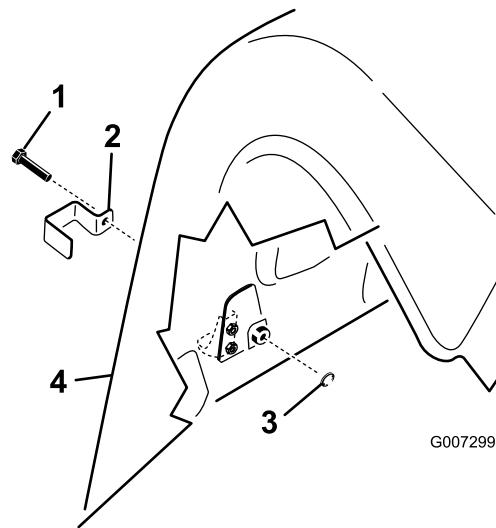

Figura 18
1. En el modelo ProCore 864, instale un soporte de enganche sobre los enganches del capó superior e inferior trasero derecho e izquierdo con un perno de rosca (4 en total); consulte Figura 18.
2. En el modelo ProCore 1298, instale un soporte de enganche sobre todos los enganches del capó inferior trasero y el enganche del capó superior exterior en las cubiertas derecha e izquierda con un perno de rosca (3 por cabezal de perforación, 6 en total); consulte Figura 18).
3. Usando un alicate o una llave inglesa ajustable, enrosque una arandela de freno con dientes internos sobre cada perno (1-2 vueltas) para sujetar el enganche (Figura 18).